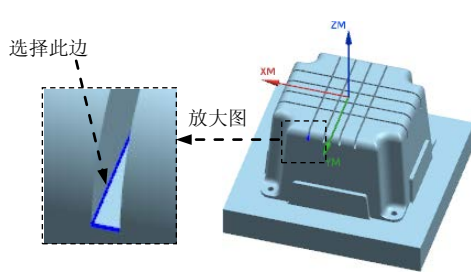

图 20.41 定义参照边
(4) 在**刀具位置**下拉列表中选择**相切**选项,在图形区选择图 20.41 所示的边线,单击**创建下一个边界**按钮,系统自动创建一个边界。